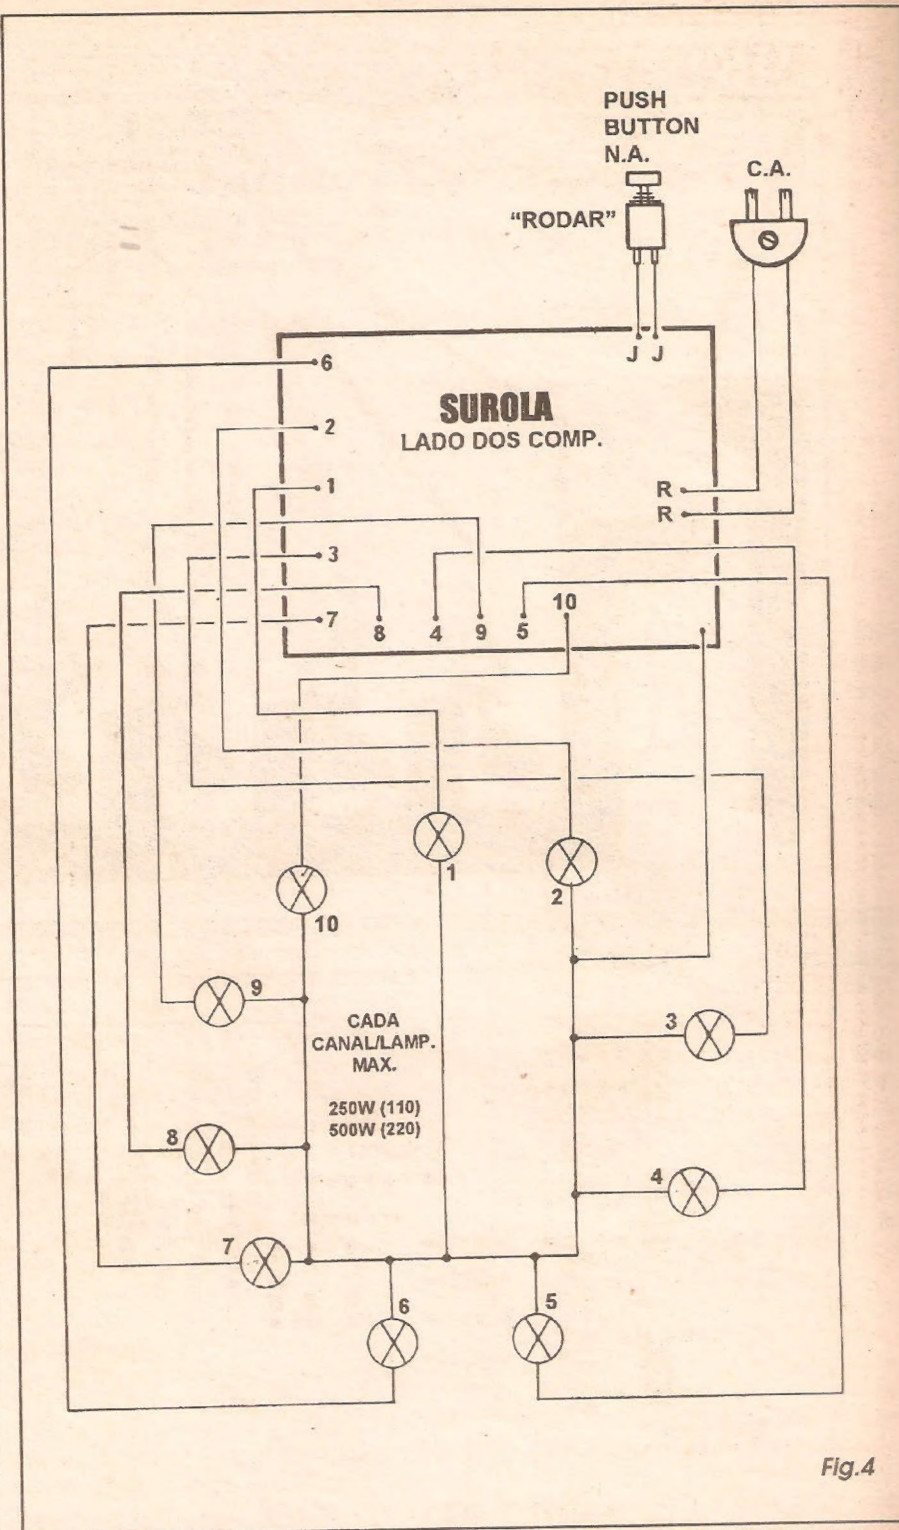

Fig.4
- FIG. 4 - CONEXÕES EXTERNAS À PLACA / INSTALAÇÃO GERAL DO SUPER-ROLETÃO... - Observar no diagrama anterior (FIG. 3) que várias ilhas/furos, todos codificados com letras ou números, foram deixados aparentemente sem ligação... Destinam-se tais pontos justamente às conexões externas à placa, agora detalhadas:
Obviamente que, se a idéia for mesmo elaborar uma roleta gigante, a disposição circular do conjunto de lâmpadas é praticamente obrigatória, conforme indica o diagrama da **FIG. 4**... É bom notar que os números de 1 a 10 atribuídos aos canais/lâmpadas referem-se unicamente à *ordem* de acionamento ou de sequenciamento da manifestação luminosa (sendo que a qualquer momento, *apenas uma* das 10 lâmpadas, se manifestará acesa, esteja a roleta *rodando* ou *parada*...)... Na prática, nada impede que algarismos, letras, símbolos, inscrições, etc., sejam atribuídos à vontade aos 10 pontos/resultados da roleta... Por exemplo: para usar o conjunto como um sorteador numérico, deverão ser atribuídos os algarismos de **0** a **9** às 10 lâmpadas, com o que *dezenas*, *centenas* ou mesmo *milhares* ou *dezenas de milhares* poderão ser extraídos dos resultados, bastando rodar a roleta várias vezes, uma para cada *casa* do resultado! Exemplo: rodando a roleta três vezes, e obtendo-se os resultados **9**, **5** e **0**, respectivamente nos três lances, atribui-se à centena **950** o resultado final do sorteio, e assim por diante, com fáceis, óbvias e irrefutáveis adaptações...!